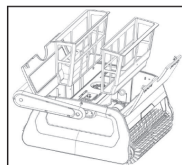

Figura 5
- Coloque las cestas de filtro limpias en su lugar (véase Figura 5). Asegúrese de que estén colocadas en la posición correcta.